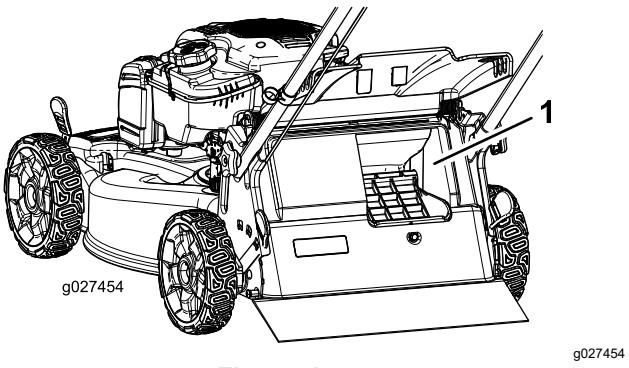

Figure 17
**Important:** Pour que le ramassage s'effectue correctement, coupez le moteur, attendez l'arrêt de toutes les pièces mobiles, puis enlevez les déchets d'herbe et autres qui se trouvent sur le volet de ramassage sur demande et l'ouverture (Figure 17) avant de changer la position du levier de ramassage sur demande.